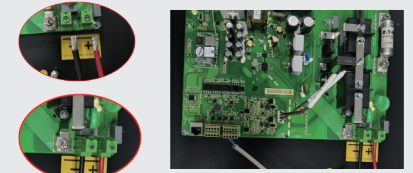

Fig. 2
**B** Per collegare i cavi provenienti dall'inverter al pacco batteria BYD, procedere come segue. Collegare i cavi di alimentazione alla morsetteria dell'unità gestione batteria (BMU) BYD. Collegare il cavo positivo a «P+» e il cavo negativo a «P-» (Fare riferimento a Fig. 2)